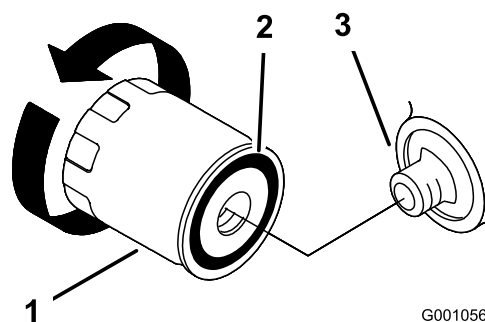

**Figura 33**
2. Remova o filtro de óleo antigo e limpe a superfície de vedação do adaptador do filtro (Figura 33).
3. Aplique uma fina camada de óleo para sistemas hidráulicos na junta de borracha do filtro de substituição (Figura 33).
5. Retire o tampão de enchimento de óleo (Figura 33) e adicione 2 l do óleo especificado no motor; consulte Especificação do óleo do motor \(página 29\) e Substituição do óleo \(página 30\).